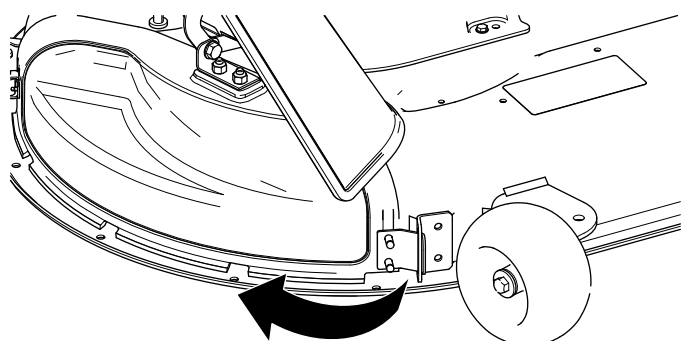

**Figura 14**
3. Inclinate la linguetta metallica presente sul coperchio dello scarico per inserirla nella fessura nella staffa saldata sul piatto di taglio (Figura 14).